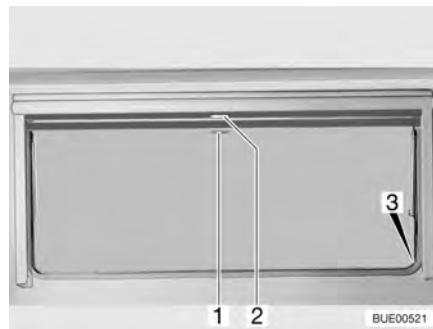

Fig. 58 Fenêtre projetante
- Tirer le store occultant vers le bas en le maintenant par la poignée (Fig. 58,2). Lorsque le store occultant est complètement fermé, l'accrocher des deux côtés du cadre de la fenêtre dans le dispositif de blocage (Fig. 58,3).
- Lorsque le store occultant est complètement fermé : Appuyer sur la poignée (Fig. 58,2) vers le bas tout en la tirant légèrement vers l'intérieur. Décrocher à droite et à gauche le store occultant du dispositif de blocage du cadre de la fenêtre.
- Si le store occultant se trouve dans une position intermédiaire : Tirer la poignée (Fig. 58,2) vers le bas jusqu'à ce que le dispositif de blocage se débloque.
- Tirer la moustiquaire par la poignée (Fig. 58,1) vers le bas et l'accrocher des deux côtés sur le cadre de la fenêtre dans le dispositif de blocage (Fig. 58,3).
- Appuyer sur la poignée (Fig. 58,1) vers le bas tout en la tirant légèrement vers l'intérieur. Décrocher à droite et à gauche la moustiquaire des dispositifs de blocage du cadre de la fenêtre.